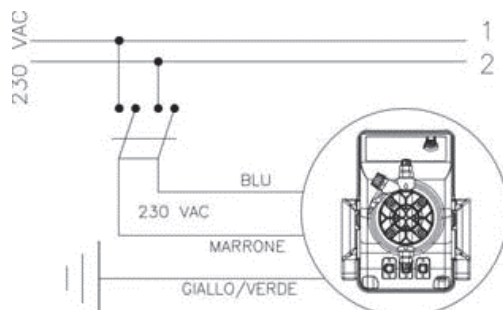

Fig. 4
1. Asegurarse que la misma esté desactivada eléctricamente (por ambas polaridades), desconectando los conductores de los puntos de contacto de la red a través de la apertura del interruptor omnipolar con una distancia mínima entre los contactos de 3 mm (Fig. 4).
- b. - Respetar las normas en vigor en los diferentes países por lo que se refiere a la instalación eléctrica (Fig. 4).